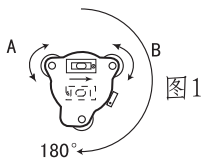

图 1
- ① 将仪器放在三脚架上并仔细整平。
- ② 在距仪器50米处的墙上设置一点A，用十字丝瞄准点A。
- ③ 转动望远镜，观察A点是否沿竖丝方向移动。
- ④ 如果A点沿竖丝方向移动，如图1所示，表明竖丝与水平轴垂直，就不必进行调整。